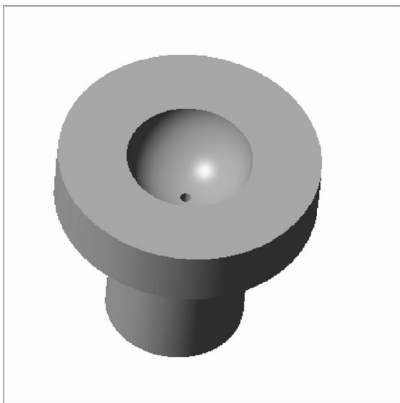

图 8-41 创建旋转槽特征
STEP 08 选择“完成”选项，单击“开槽: 旋转”对话框中的“确定”按钮，即可创建旋转槽特征，效果如图 8-41 所示。